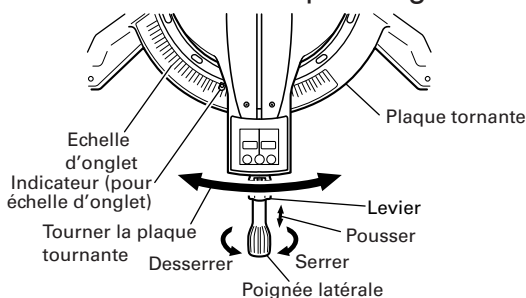

Fig. 27
- (1) Desserrer la poignée latérale et appuyer sur le levier pour les butées d'angle. Cela fait, régler la plaque tournante jusqu'à ce que l'indicateur soit aligné avec le réglage désiré sur l'échelle de coupe d'onglet (Fig. 27).
- (2) Resserrer la poignée latérale pour fixer la plaque tournante à la position voulue.